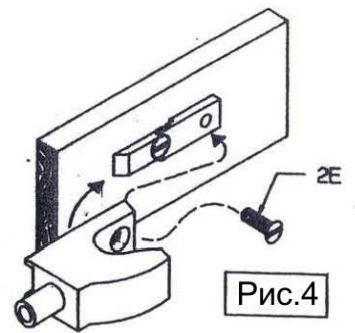

Рис.4
- Вставьте и тщательно прижмите узел (2C + 2D) к пластине 2A и закрепите винтом 2E (см. Рисунок 4).